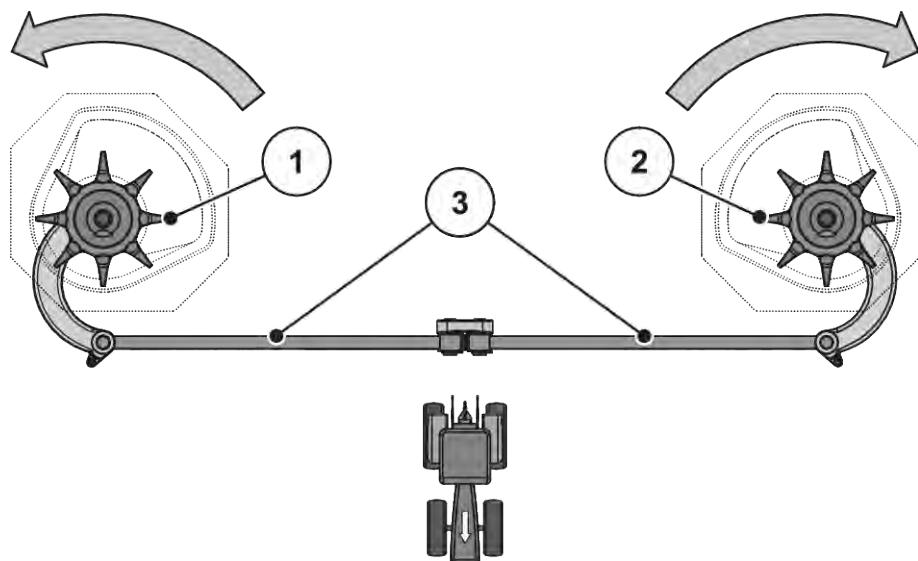

Abb. 93: Rührwerksantrieb prüfen
- Rührkopf von Hand **in die Drehrichtung der Wurfscheibe** drehen. Siehe Abb. 93 Rührwerksantrieb prüfen.
- Rührkopf von Hand oder mithilfe eines Ölfilterbandes kräftig **gegen die Drehrichtung der Wurfscheibe** drehen. Siehe Abb. 93 Rührwerksantrieb prüfen